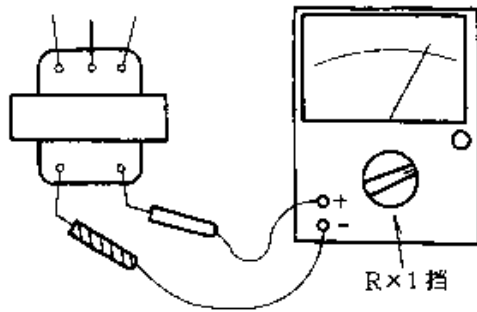

图 2-108
⑤ 鉴别音频输入、输出变压器: 推挽功率放大器所用输入、输出变压器外形一样,均为 5 个引出线,如果标志不清,可用万用表鉴别。如图 2-108 所示,用万用表“ $R \times 1$ ”挡测量音频变压